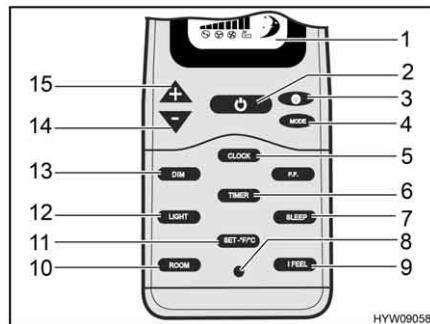
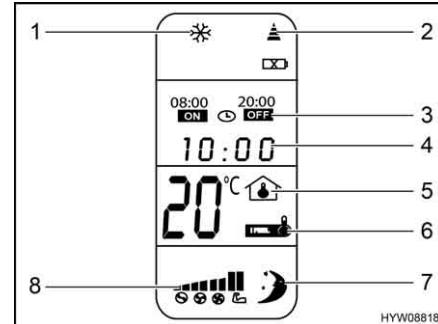

Fig. 136 Telecomando (impianto di climatizzazione)
Fig. 137 Display (telecomando)
- Se l'impianto di climatizzazione è in modalità standby: Premere il tasto On/Off (Fig. 136,2) sul telecomando.
- Premere il tasto On/Off (Fig. 136,2) sul telecomando. L'impianto di climatizzazione passa in modalità standby.
- Premere il tasto luce (Fig. 136,12) sul telecomando.
- Premere il tasto regolazione luminosa (Fig. 136,13) e impostare la luminosità desiderata con i tasti "+" (Fig. 136,15) e "-" (Fig. 136,14).
- Premere il tasto invio (Fig. 136,11). Le impostazioni vengono salvate.
■ Premere il tasto invio (Fig. 136,11) sull'unità a soffitto. Le impostazioni vengono trasmesse tutte insieme all'impianto di climatizzazione e la ricezione è confermata dall'emissione di un segnale acustico.
**Impostazione dell'ora:** ■ Premere il tasto ora (Fig. 136,5) finché l'indicazione dell'ora (Fig. 137,4) lampeggia.
■ Impostare l'ora attuale con i tasti "+" (Fig. 136,15) e "-" (Fig. 136,14).